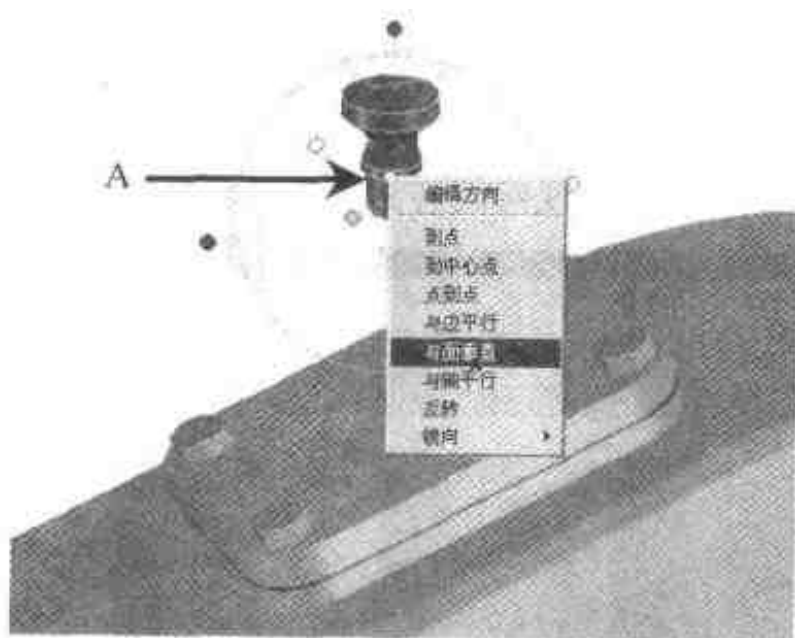

图 3.191 选择定向方式
- (3) 在零件状态下选择透气器，打开【三维球】，右击如图 3.191 所示的定向手柄(A)，选择【与面垂直】命令。